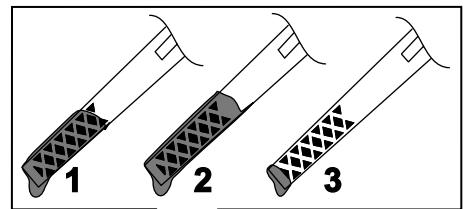

Figura 7
- 7. Observe en la varilla el nivel de aceite (Figura 7).